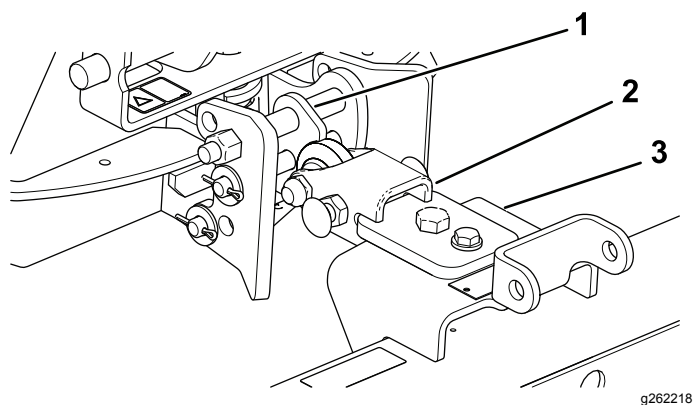

Рисунок 11
1. Установите сцепное устройство в сборе так, чтобы угловая сторона была сверху (Рисунок 11).
2. Присоедините буксировочную штангу к верхней стороне узла подвеса (Рисунок 11).